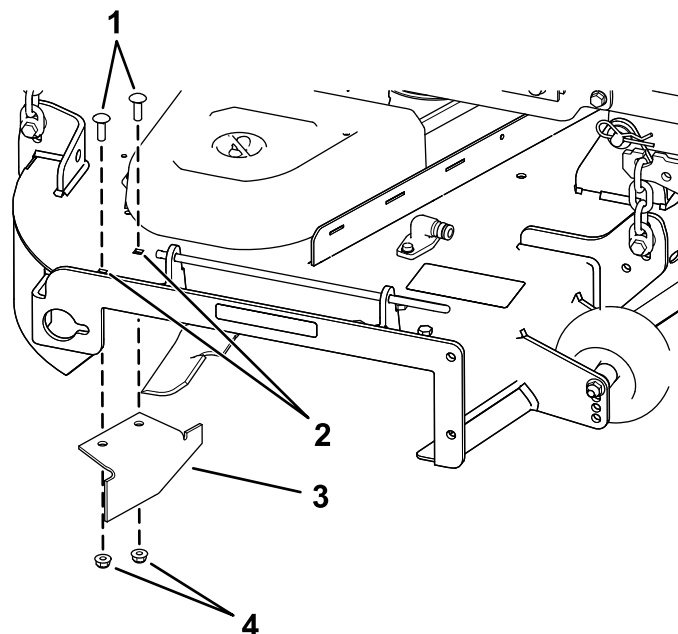

Рисунок 20
14. Найдите отсекающий дефлектор в пакете с отдельными деталями, снимите крепежные детали в задних отверстиях пластины выброса и установите дефлектор в месте расположения отверстия бокового выброса деки газонокосилки (Рисунок 20).